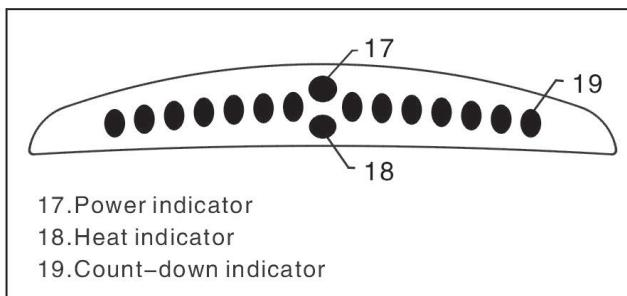

Abb.5
3. LCD-Bildschirme(siehe Abb.5)